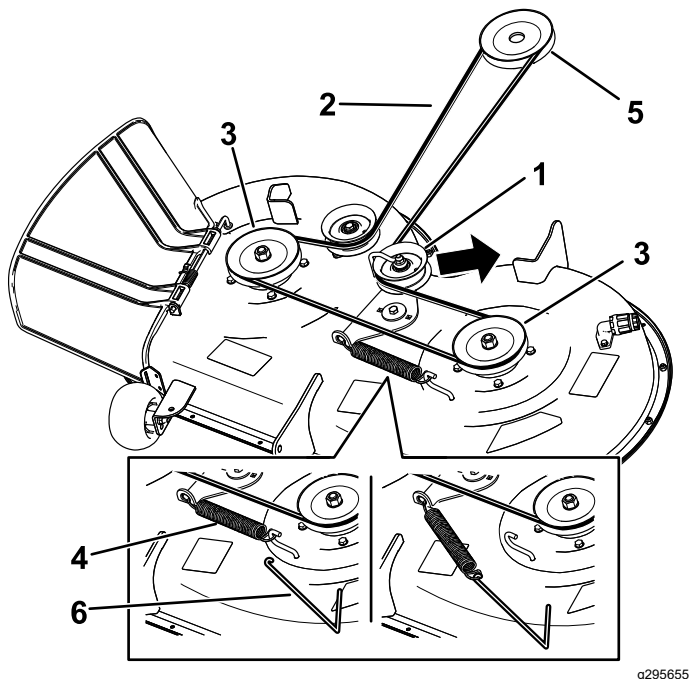

Bild 58
7. Entfernen Sie die Spannscheibenfeder mit einem Werkzeug zur Federentfernung (Toro Bestellnummer 92-5771) vom Mähwerkhaken, um die Spannung von der Spannscheibe zu nehmen, und rollen Sie den Riemen von den Spannscheiben (Bild 58).
- Verlegen Sie den neuen Riemen um die Motor- und Mähwerkriemenscheiben (Bild 58).
- Setzen Sie die Spannscheibenfeder mit einem Werkzeug zur Federentfernung (Toro Bestellnummer 92-5771) auf den Mähwerkhaken, um die Spannscheibe und den Mähwerkriemen zu spannen (Bild 58).